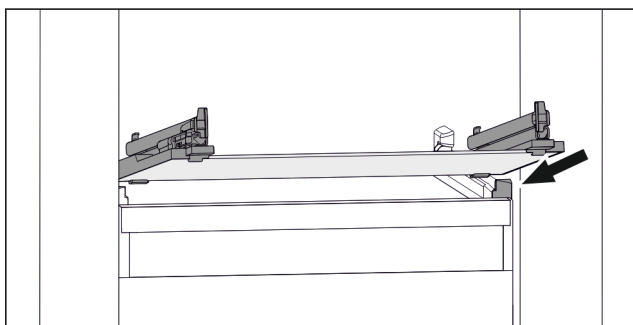

Fig. 113 Příklad znázornění skleněné desky
- ▶ Nasadte skleněnou deskou šikmo za zářezky. (viz Fig. 113)